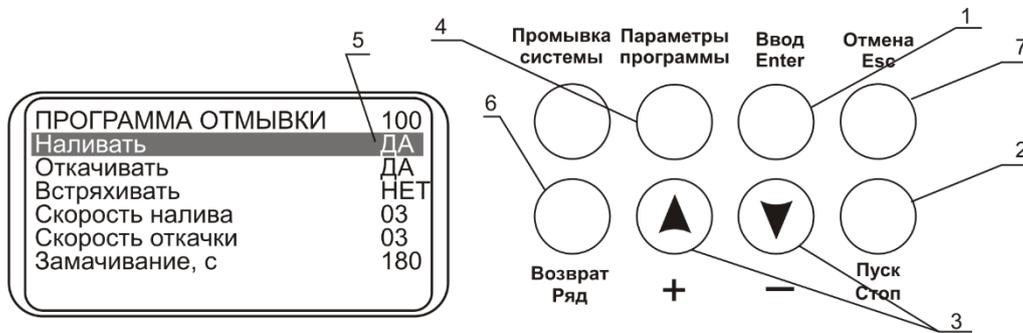

Рисунок 4. Панель управления
5.4. Кнопкой **Ввод** (рис. 4/1) выберите категорию программы промывки в зависимости от вида планшета (рис. 5/2). Кнопками **+** и **-** (рис. 4/3) выберите номер программы, от 1 до 10. Категория и номер программы отображаются в правом верхнем углу дисплея (рис. 5/1).
5.5. Чтобы просмотреть и изменить параметры программы, нажмите кнопку **Параметры программы** (рис. 4/4). Активируется 1-й параметр программы (Наливать – да/нет, рис. 4/5).
5.7. При нажатии кнопки **Возврат/ряд** (рис. 4/6) производится возврат на предыдущий параметр программы.
5.9. Чтобы выйти из режима просмотра и изменения параметров, не сохраняя программу, нажмите кнопку **Отмена/Esc** (рис. 4/7).
5.10. Запустите программу нажатием кнопки **Пуск/Стоп** (рис. 4/2).
5.19. **Рисунок 4. Панель управления**